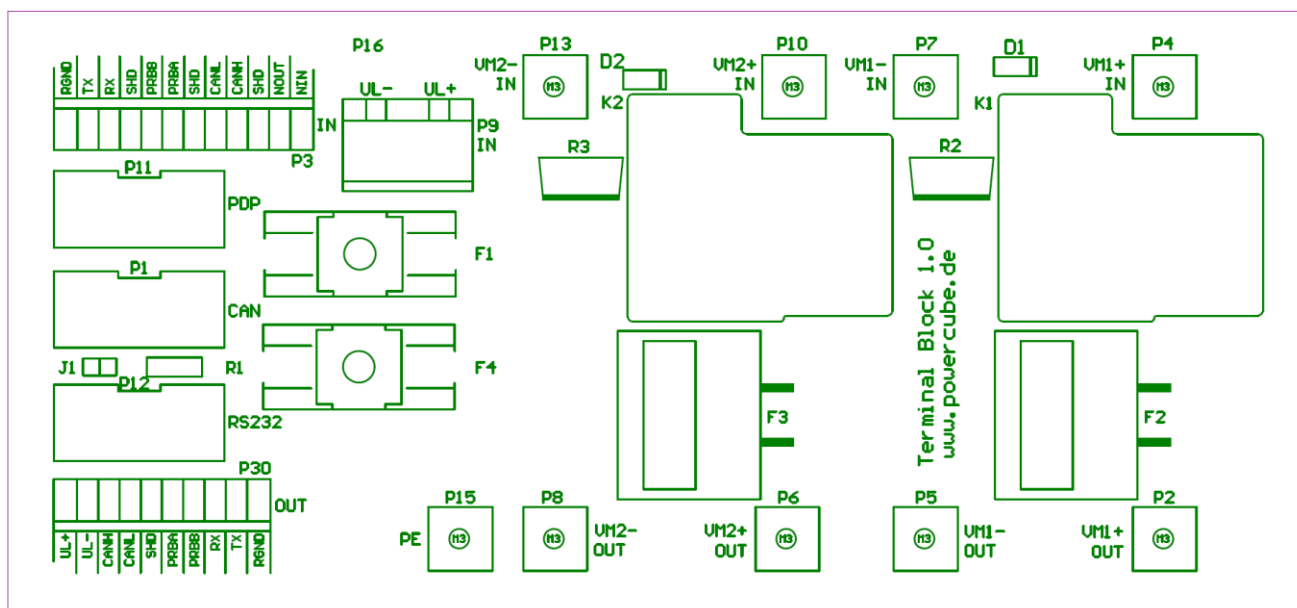

Abbildung 13: Anschlussbild des Terminal Blocks 1.0
**Tabelle 12: Belegung des Terminal Blocks (siehe Abbildung 13)**